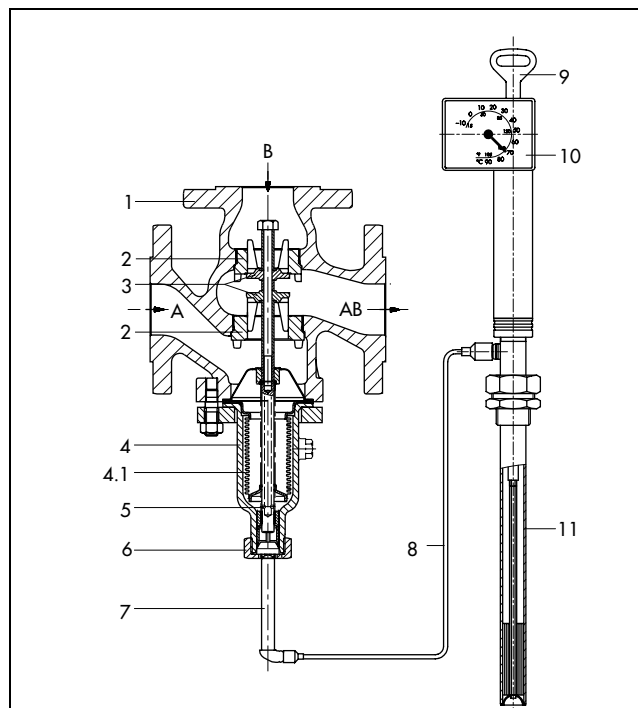

Fig. 3 · Regolatore con valvola 3 vie Tipo 9 (DN 50)
Funzionamento (Fig. 3 e 4)
Con valvola miscelatrice (secondo fig. 3 con montaggio dell'otturatore I) i fluidi che vengono miscelati entrano dagli attacchi A e B. Il fluido totale esce da AB. La portata di A o B verso AB dipende dalla superficie libera di passaggio tra seggio (2) e otturatore (3) e dalla posizione dell'asta dell'otturatore (5). Per temperatura in aumento l'attacco A viene aperto e l'attacco B chiuso.